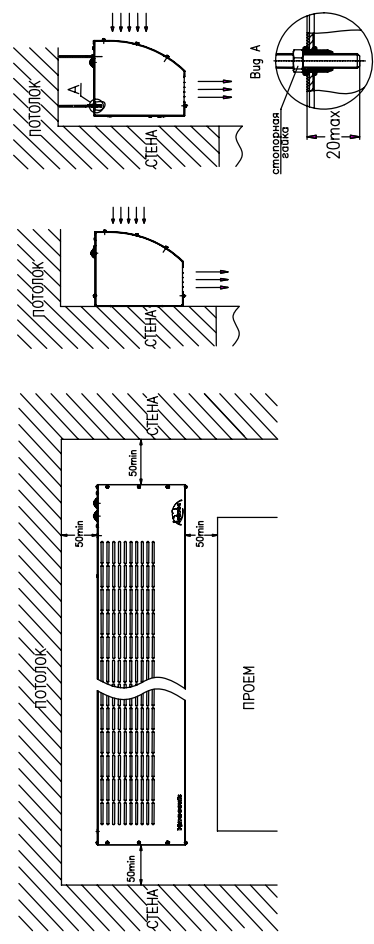

Рис. 1. Схемы расположения завесы над проемом:
- 6.3 Принцип действия завесы заключается в том, что воздушный поток втянутый вращающейся крыльчаткой через ряды пазов на корпусе, проходит через ТЭНы, нагревается (при включенных ТЭНах) и выбрасывается через воздуховыпускную решетку в нижней части корпуса (см. Рис.1).
- 7.1 Установить завесу над проемом, выдерживая расстояния, указанные на Рис.1 и 2.
ВНИМАНИЕ: место установки пульта управления не должно находиться в зоне вертикального воздушного потока, создаваемого завесой (см. Рис. 1).